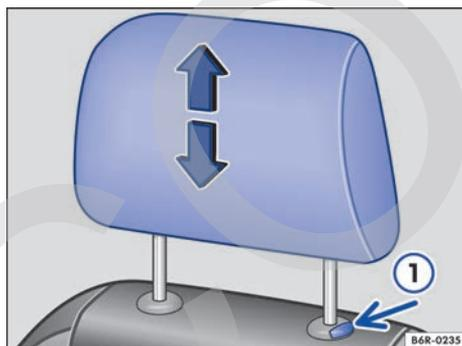

Fig. 81 Ajuste de los apoyacabezas.
- Desplace el apoyacabezas en el sentido de una de las flechas: o bien hacia arriba, o bien hacia abajo a la vez que presiona la tecla → fig. 81 ① → ⚠ en *Introducción al tema* de la pág. 94.